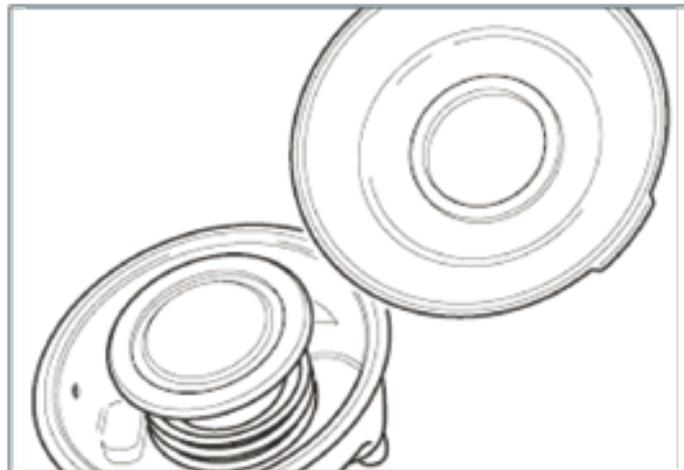
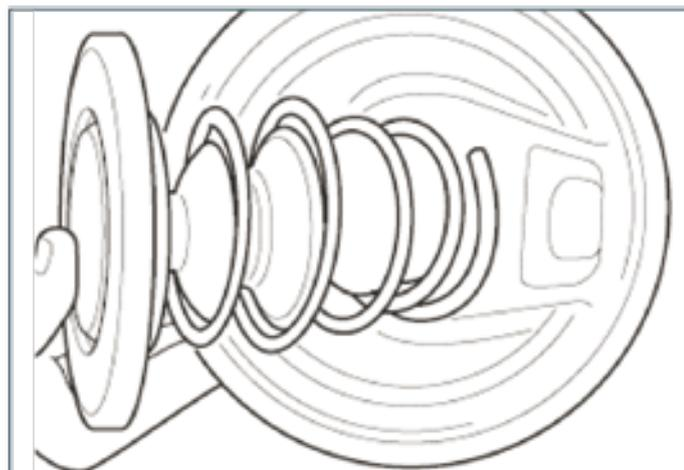

Abb. 9.11
Abb. 9.12
6. Überprüfen Sie die Membran (Abb. 9.11), die Manschette, die Rückstellfeder und die Druckstange (Abb. 9.12) auf sichtbare Beschädigungen, Verschleiß und Korrosion/Rost. Wenn solche Mängel auftreten oder vermutet werden, ersetzen Sie sie nur durch Originalersatzteile.
2. Überprüfen Sie die Membran (Abb. 9.11), die Manschette, die Rückstellfeder und die Druckstange (Abb. 9.12) auf sichtbare Beschädigungen, Verschleiß und Korrosion/Rost. Wenn solche Mängel auftreten oder vermutet werden, ersetzen Sie sie nur durch Originalersatzteile.